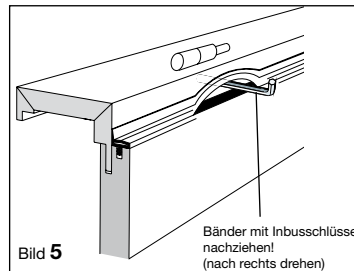

Bild 5
5. Bänder einstecken und mit dem 3mm Inbusschlüssel die Klemmschraube fixieren (siehe Bild 5).
Das Fixieren der Bänder erfolgt durch anheben der Dichtung im Bandbereich, einstecken des beige packten Imbusschlüssels und Festziehen nach rechts (im Uhrzeigersinn - siehe Bild 5)